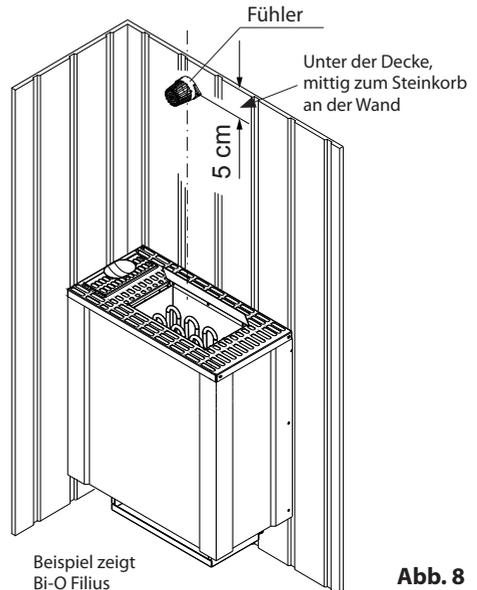

Abb. 8
Entgegen den Angaben in der Anleitung für das Steuergerät muss der Fühler **5 cm** unter der Kabinendecke mittig über dem Steinkorb an der Kabinenwand montiert werden. Siehe Abb. 8 für Maße und Abstände.
- ▶ Montieren Sie den Fühler so, wie in der Abbildung 8 angegeben.